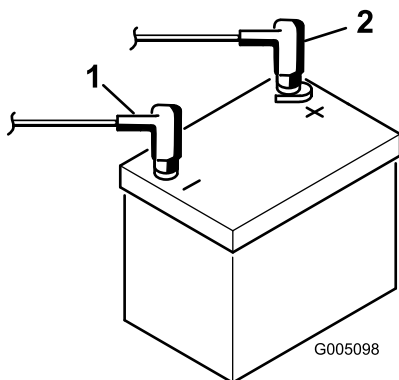

図 7
9. 赤いプラスケーブルをバッテリーのプラス端子に、黒いマイナスケーブルはバッテリーのマイナス端子にはめ、ボルトとナットで固定する(図7)。ショート防止のために端子にゴムキャップをかぶせる。